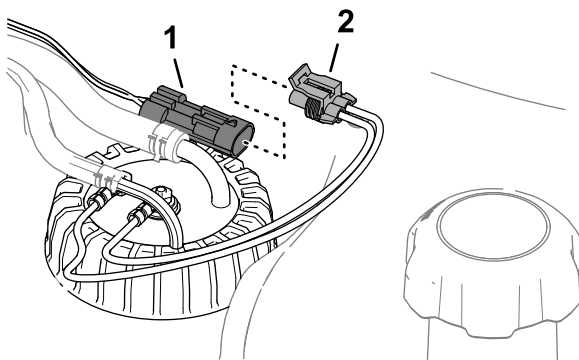

図 123
3. マシンのワイヤハーネスの 2 ピンコネクタから、燃料センダのハーネスの 2 ソケットコネクタを外す **図 123**。